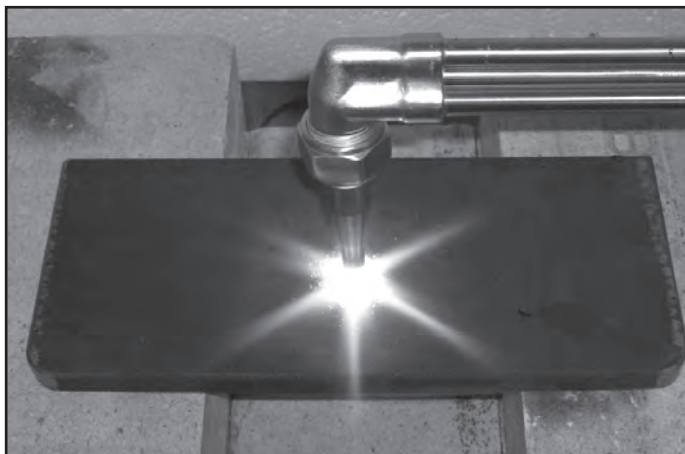

Figura 20: Cómo comenzar a perforar
1. Precaliente un punto pequeño en el metal básico hasta que alcance una temperatura de inflamación donde se observe un color rojo guinda brillante (vea Figura 20).